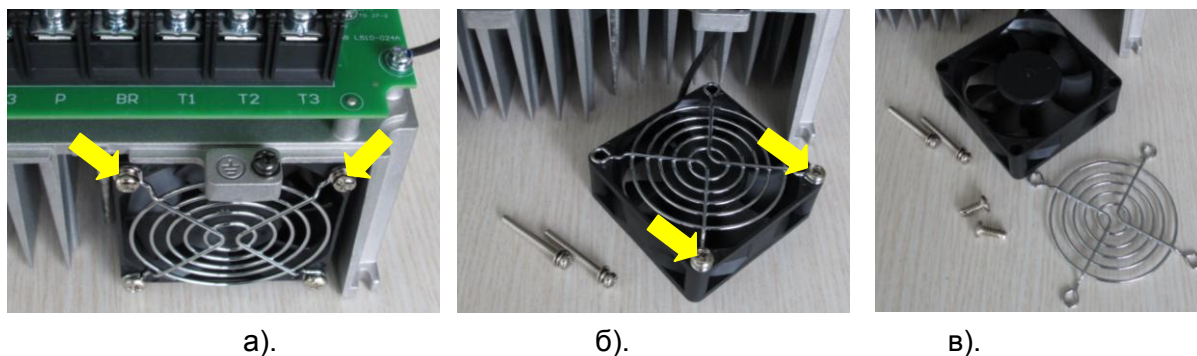

Рис. 6.6
6.4.2. Выкрутить два винта крепления вентилятора (нижнего) (желтые стрелки, рис. 6.6,а) и демонтировать вентилятор.
6.4.3. Выкрутить два винта-самореза крепления решетки вентилятора (желтые стрелки, рис. 6.6,б) и демонтировать решетку. Убрать все элементы в тару.